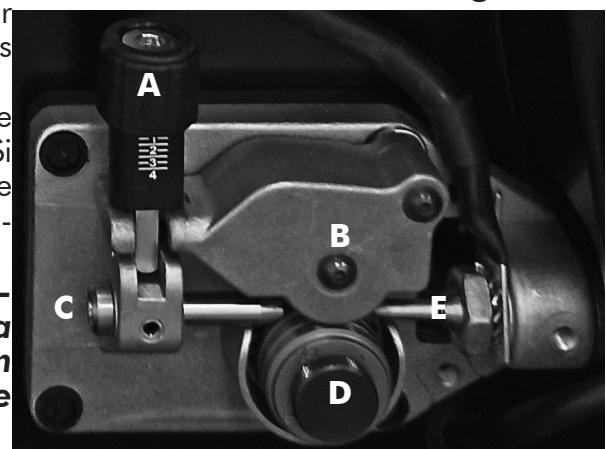

Figure 5
- Desserrer et abaisser le bouton en plastique (A) et relâcher le levier presse-fil (B)(Fig.5). Souffler à l'air comprimé les résidus éventuels dans la gaine guide-fil.
- Remontrer le fil de la bobine et le tenir serré avec une paire de pinces de façon à ce qu'il ne puisse pas se dérouler. Si nécessaire, le redresser avant de l'introduire dans le guide d'entrée (C) du fil. Y introduire le fil en le faisant passer au-dessus du galet inférieur (D) et dans la gaine guide-fil.